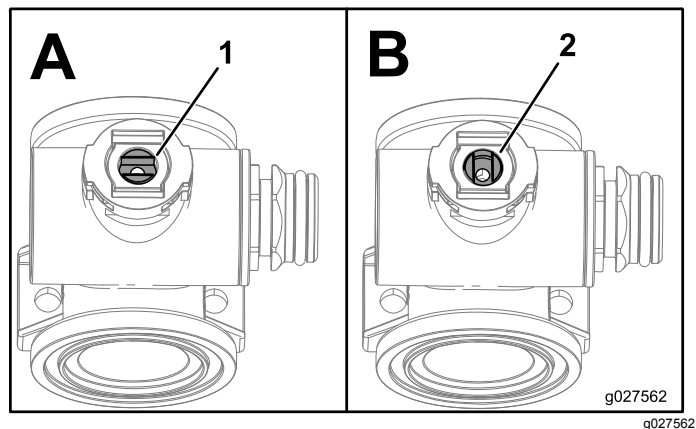

Figure 102
1. Placez la tige de vanne en position fermée (partie B de la Figure 102).
3. Tournez la tige de la vanne pour placer la bille à la position ouverte (A à la Figure 102).
7. Tournez la tige de la vanne de sorte à fermer la vanne (B sur la Figure 102).